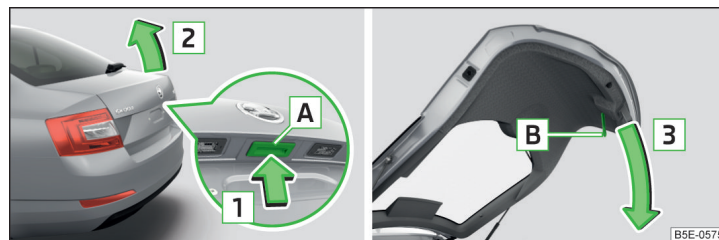

Fig. 44 Abrir/cerrar la tapa del maletero
- Presionar la tecla **A** en sentido de la flecha **1** » fig. 44.